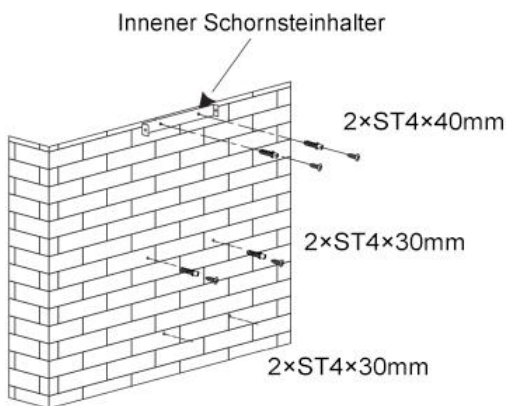

Bild 2
- Nachdem Sie die Installationshöhe der Dunstabzugshaube bestimmt haben, bohren Sie sechs $\Phi 8$ -Löcher und setzen Dübel für die Haube, die Innenkaminhalterung und das Sicherheitsloch entsprechend der Größe der Haube ein. Dann zwei Befestigungsschrauben ST4×30mm zum Aufhängen des Geräts anbringen. Mit zwei Schrauben ST4×40mm wird die Innenkaminhalterung an der Wand befestigt. Die Befestigungsposition der Innenkaminhalterung ist die höchste Position des Schornsteins. Siehe Bild 2.